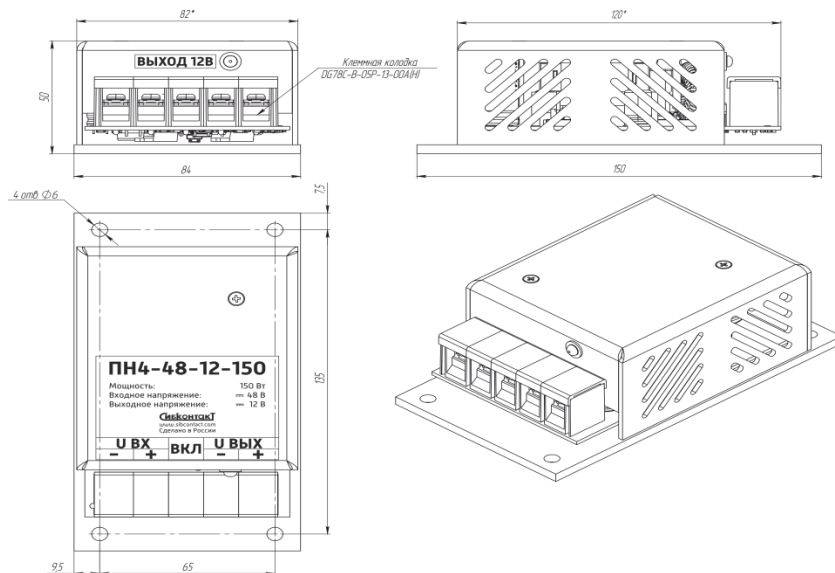

Рисунок 1. Внешний вид ПН4-48-12-150
5.1 Конструкция преобразователя напряжения состоит из следующих основных элементов (Рисунок 1):